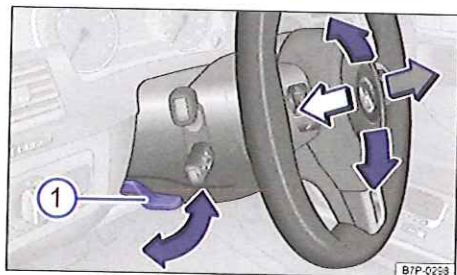

Fig. 64 Sous le volant de direction, dans le revêtement de la colonne de direction : levier de réglage mécanique de la position du volant de direction.
- Faites pivoter le levier → fig. 64 ① vers le bas.
- Bloquez le levier → fig. 64 ① en le faisant pivoter vers le haut après le réglage afin que le volant de direction ne change pas de position de manière inopinée pendant la marche du véhicule.